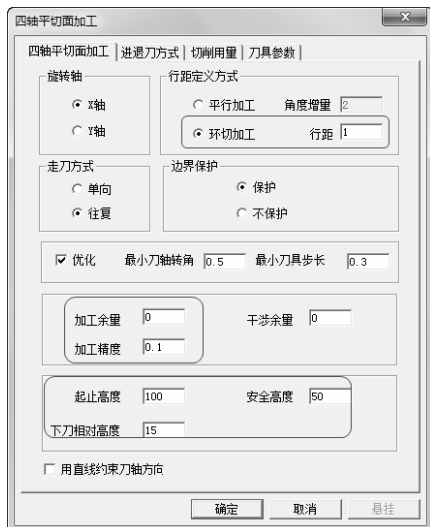

图 4-5 “四轴平切面加工”选项卡
1) 单击“四轴平切面加工”选项卡，设置“旋转轴”为“X 轴”，“行距定义方式”为“环切加工”，“走刀方式”为“往复”，“边界保护”为“保护”，勾选“优化”。具体“角度增量”、“加工精度”、“加工余量”、“干涉余量”、“起止高度”、“下刀相对高度”、“安全高度”参数数值如图 4-5 所示。